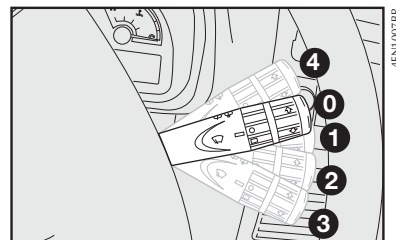

fig. 68
**ADVERTÊNCIA:** com o clima muito úmido não é aconselhado o uso prolongado do ar-condicionado nas posições  ou . A diferença entre a temperatura externa e a do para-brisa pode causar embaçamento do lado externo do para-brisa, causando perda de visibilidade. Se isso ocorrer, acione a alavanca do limpador do para-brisa fig. 68.
### Limpador/lavador do para-brisa – fig. 68